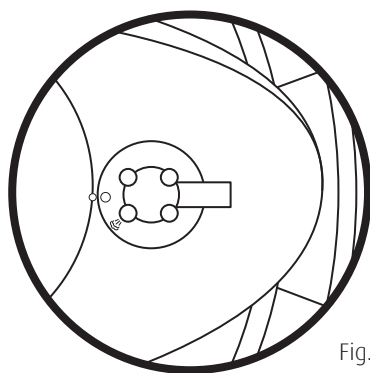

Fig. 7
3. La válvula reguladora de presión posee dos posiciones, éstas se pueden observar en la fig. 7